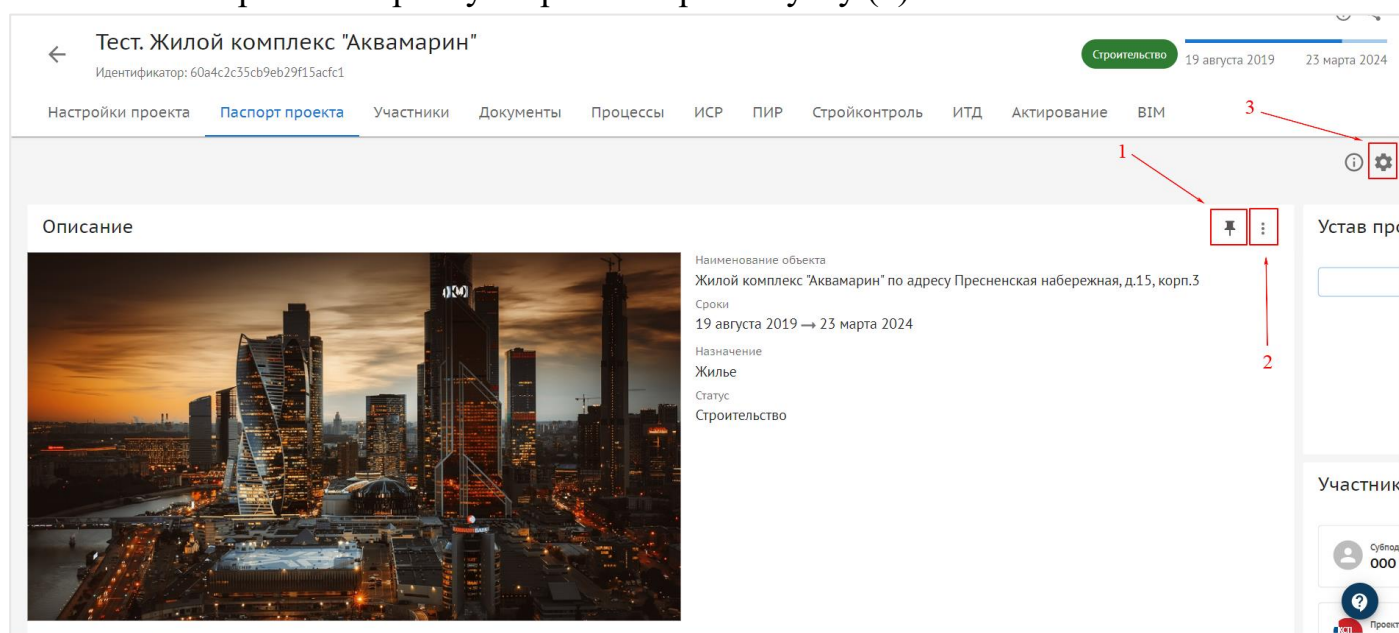

Рис. 17 – Закрепление виджетов
Размер и последовательность виджетов можно изменять, закреплять в необходимом месте с помощью гвоздика, который находится в правом верхнем углу каждого виджета (1) (рис.17).
Также есть возможность скрывать или отображать их двумя способами (рис. 17):